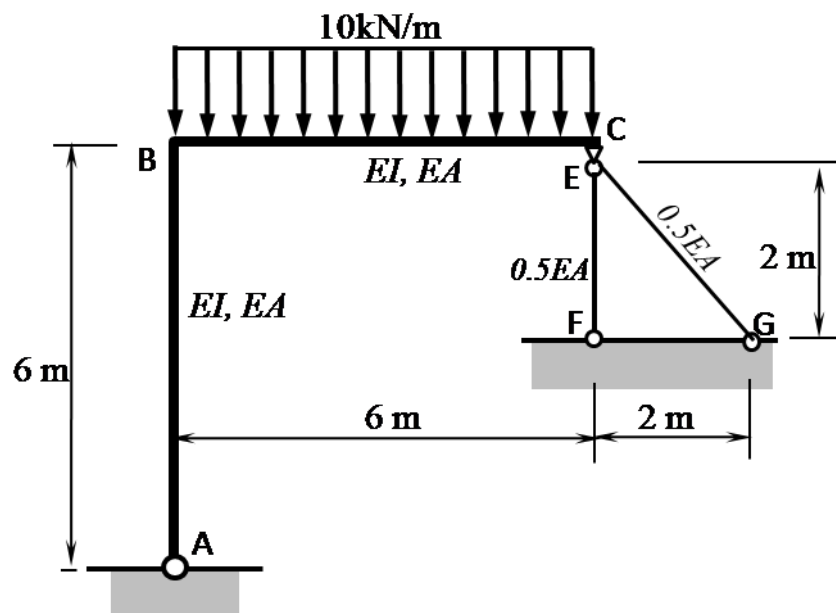

Figure 6/Rajah 6
- (b) **Figure 6** shows a rigid frame ABC with one end pinned at A supported by a truss structure EFG at C. A uniformly distributed load of 10 kN/m acts along member BC. Show by using appropriate free body diagram that the problem is statically indeterminate with degree of statical indeterminacy equals to ONE (1). Subsequently, by choosing suitable unknown force as the redundant, determine the member forces in the truss structure EFG. Consider effect of axial deformation of the frame. Use method of least work.
**Rajah 6** menunjukkan satu kerangka tegar ABC dengan satu hujung pin disokong pada hujung C oleh satu struktur kekuda EFG. Satu beban teragih seragam  $10\text{kN/m}$  bertindak di sepanjang anggota BC. Dengan menggunakan gambarajah jasad bebas yang sesuai, tunjukkan bahawa masalah dalam **Rajah 6** adalah satu masalah tidak-bolehtentu statik dengan darjah ketidakboleh tentuan statik sama dengan SATU (1). Seterusnya, dengan memilih daya tidak diketahui yang sesuai sebagai daya terlebih, tentukan daya dalam anggota struktur kekuda EFG. Pertimbangkan kesan ubahbentuk paksi kerangka. Guna kaedah kerja terkecil.